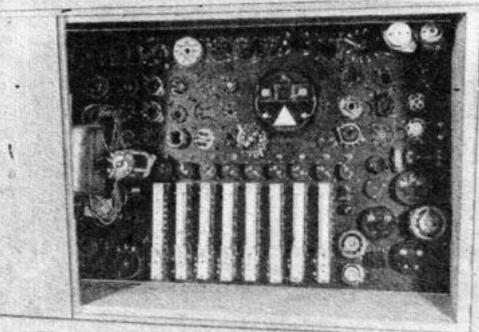
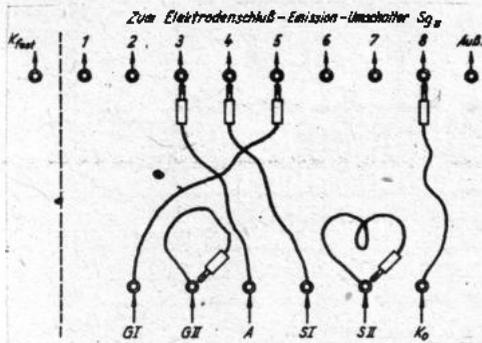

Bild 1. Untenansicht des Röhrenprüfgerätes nach der Montage
Bild 6. Zweckmäßige Umschalteneinrichtung zum großen Röhrenprüfgerät
Wie ersichtlich, wurde von dem in der Baubeschreibung (Heft 4) eingezeichneten Oktalsockelhalter abgesehen und eine entsprechende Anzahl Oktalfassungen (Oct 1—5) eingefügt, da sich diese im allgemeinen eher beschaffen lassen als der Spezialschalter S_{12} . Die Kontrolle nach der Sockeltabelle, die richtige Fassung gewählt zu haben, wird nach dem Einstecken der Prüfröhre durch die Fadendurchgangsanzeige vorgenommen. Erst dann wird man die Betriebsgleichspannung an die Röhre legen. Auch der Umschalter für die ECH 4 erübrigt sich, wenn die Messung dieser Röhre durch Schalterunterbrechung (S_{11}) der Kathodenzuführung und Einrasten der Kathode mittels Taste ② Reihe K erfolgt; die Messung des Triodenteils wird durch Buchsenverbindung K mit 1 ermöglicht. Berichtigend sei, daß der mit K bezeichnete Anschluß des Tastensystems (Heft 4, Bild 6) an Gesamtnull (Ko in Bild 2) zu legen ist. Der Schalter S_{11} dient nur den mit festem Kathodenanschluß versehenen Röhren (Anschluß K_{fest}).
Es ist verständlich, daß die Beschaffung bzw. Konstruktion und Fertigung eines Drucklasten-Umschaltensystems mit einrastbaren Tasten — das einzige Spezialteil im Prüfgerät — zeitbedingte Schwierigkeiten bereitet. Die Vielseitigkeit und Betriebssicherheit steht und fällt mit diesem Umschaltensystem. Ohne dieses auszukommen, hieße neue, meist sehr unübersichtliche Umschalteinrichtungen schaffen oder den Einbau einer Mehrzahl Fassungen, wie das in früheren Fachartikeln mißunter vorgeschlagen wurde. Wollte man die Ergiebigkeit der Prüfmöglichkeiten unseres Gerätes beibehalten, bedeutet das fast eine „Multiplikation“ der Röhrenfassungen. Besondere Anforderungen werden dem Umschaltensystem in mechanischer Hinsicht gestellt, die elektrische Seite ist klar und eindeutig bereits früher beschrieben worden. Wie in „Vorschläge zur Röhrenprüfung“ (FUNKSCHAU, Heft 2/3) demonstriert, erfüllen bei ein wenig mehr Prüfaufmerksamkeit Stufenschalter (siehe auch Heft 4, Bild 3) oder noch einfacher Umsteckeinrichtungen (Bild 6) auch ihren Zweck. Sollte uns die Industrie einmal ein brauchbares Tastensystem beschaffen können, ist ein Umbau dann durchaus möglich. Der Umschaltzast könnte dann in Form eines Schraubeneinsatzes (Deckplattengröße ca. 280x140 mm) ausgeführt sein. Eine Auslösetaste, die die generelle Auslösung aller Tasten ermöglicht, würde sich als praktisch erweisen. Obwohl in der Abbildung (Bild 1) die Tastenleiste für Außenkontakt weggelassen wurde — Außenkontakte werden mittels einer sogenannten „kalten“ Tastenleiste mit Spannung versorgt —, ist eine Nachahmung nicht geraten, da sich die Bedienung dadurch erschwert.